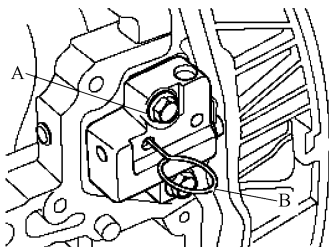

图 9-22 安装自动张紧器
3) 如图 9-22 所示, 安装液压张紧器(A)并拆卸销(B)。